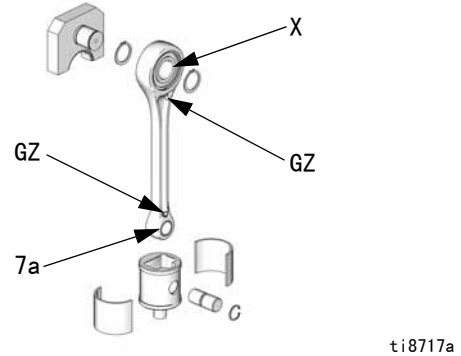

图 9. 每 6 个月，对活塞销的轴承进行润滑
请参见图 9。每 6 个月，通过加油嘴 (GZ) 给以少量 (1 毫升) 的 107411 润滑脂或类似材料，对连杆的活塞销轴承 (7a) 进行润滑。每年，两个活塞销轴承都要更换。请订购活塞销备件配件包 255216。每年，通过加油嘴 (GZ) 对曲柄销轴承 (X) 进行润滑。